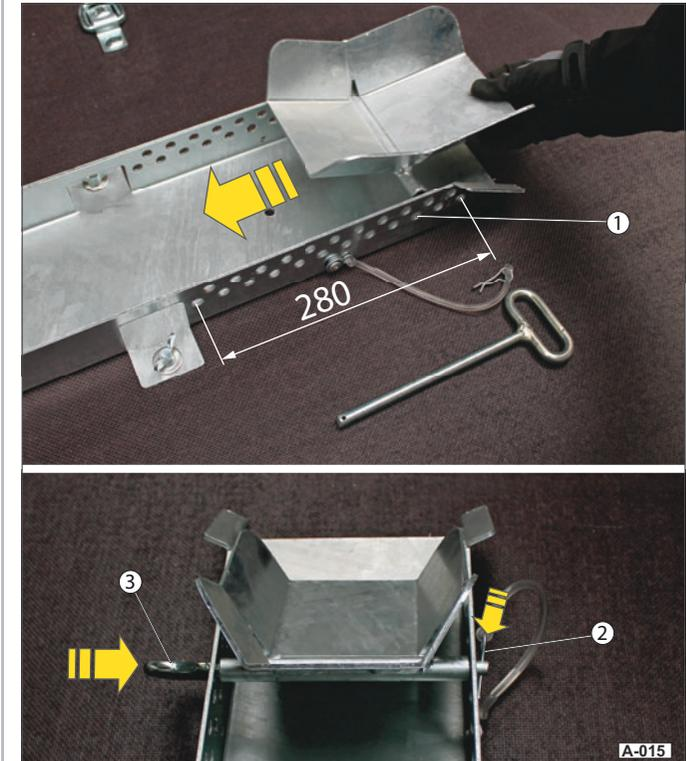

Abb. 15 Wippe einstellen / sichern
- ▶ Stecken Sie den Steckbolzen (Abb. 15/3) durch die Wippe in eine der Lochungen durch.
- ▶ Sichern Sie den Steckbolzen mit dem Federstecker (Abb. 15/2). Die Wippe ist gesichert.